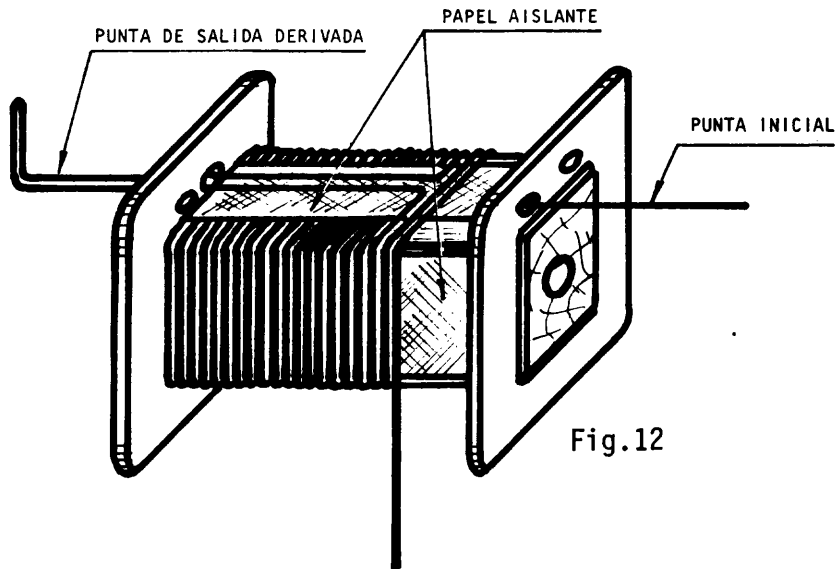

Fig.12
- a Saque el alambre por el agujero en la pestaña opuesta (fig.12) al lado de la salida y haga un bucle.
- b Coloque una tira de aislante debajo y otra arriba del doblar (fig.12).